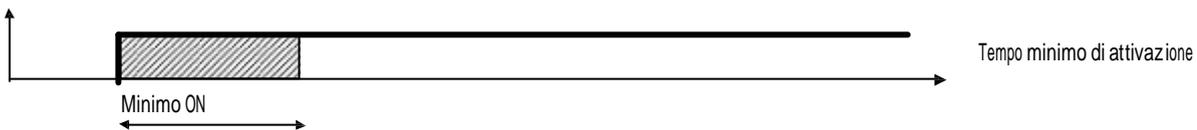

Fig. 7.3
- Temps mini d'activation d'une charge (mini ON) - Fig. 7.3.